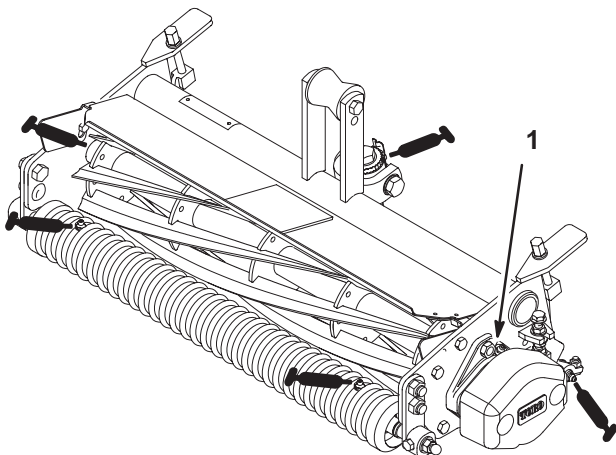

Bild 6
- Drehstelle – Einstellrad (Bild 6).
- Spindellager (2) (Bild 6)
- Rollen vorne und hinten (je 2) (Bild 6)
2. Fetten Sie die Spindellager (Bild 6), bis Fett aus der Überdruckvorrichtung herausquillt.
3. Fetten Sie die Lager der vorderen und hinteren Rollen (Bild 6), bis Fett an den Dichtlippen erscheint.
4. Fetten Sie die Drehstelle des Einstellrads (Bild 6).